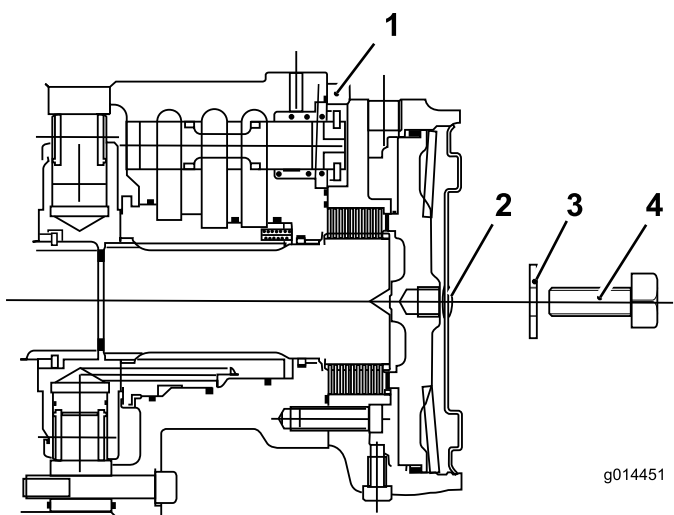

Figure 45
7. Installez un boulon (12 x 40 mm) et une rondelle (12 mm) dans le trou au centre de la plaque d'extrémité du moteur (Figure 45).
8. Serrez le boulon dans le trou fileté du piston de frein jusqu'à ce que le frein soit desserré (Figure 45).